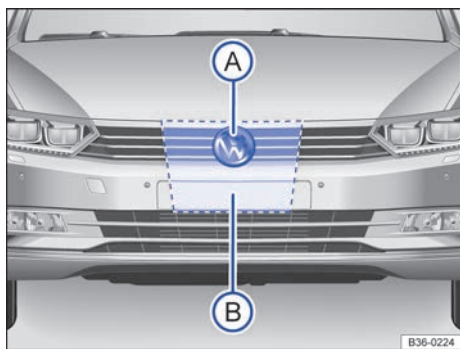

Fig. 231 En la parrilla del radiador, detrás del emblema de Volkswagen: sensor de radar (A) y zona que hay que dejar libre alrededor del sensor de radar (B).
En la parrilla del radiador, detrás del emblema de Volkswagen, va montado un sensor de radar → fig. 231 (A) para captar la situación del tráfico. Este sensor permite detectar vehículos que circulen por delante a una distancia de hasta 120 m aprox.